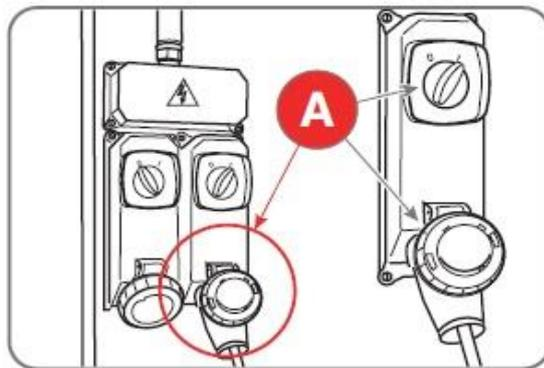

図1.15
- ・ 30mAの感度を持つ特別なブレーカーを備えた独自の電気接続 (図1.15 A) に接続します。日本国内と多少形状が異なります。